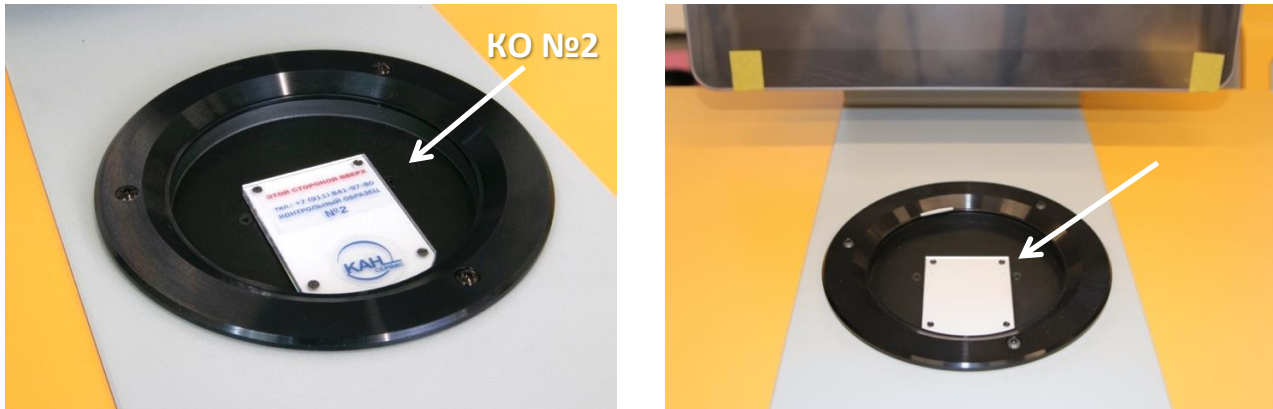

Рис. 3.15 - Установка контрольного образца №2
1. Установить **Контрольный образец №2** на место измерительной кюветы (KON^o2, рис. 3.15).